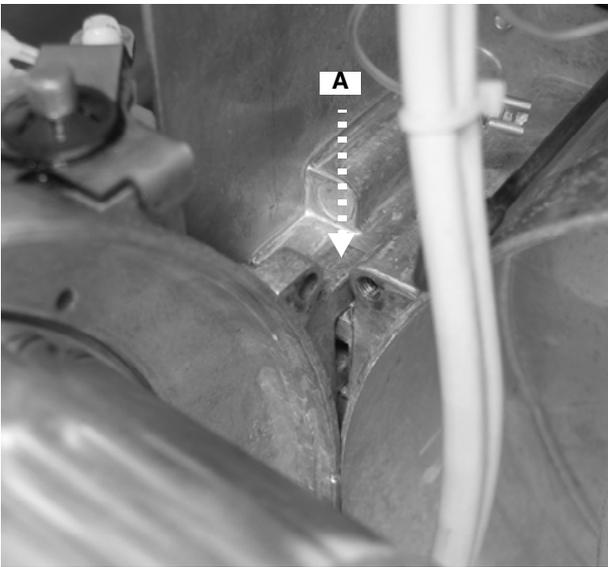
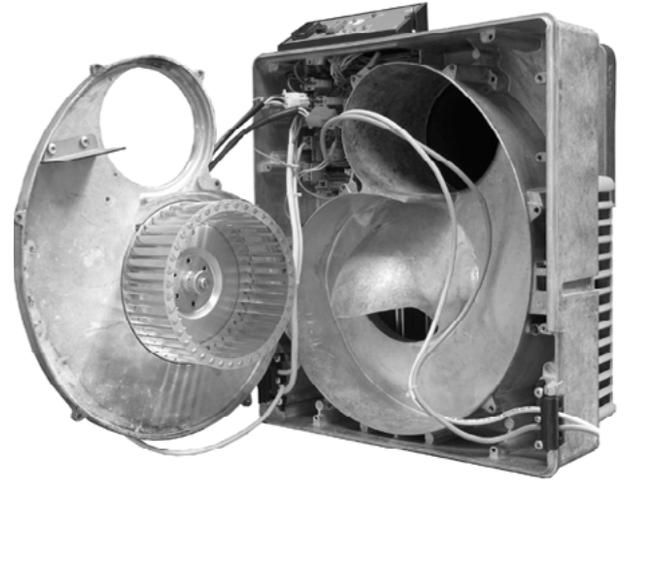

Fig. 55
Fig. 57
- 7 Extraiga la placa de los componentes y engánchela tal como se muestra en la Fig. 57; el pasador A debe entrar en el orificio, tal como se muestra en la Fig. 55.